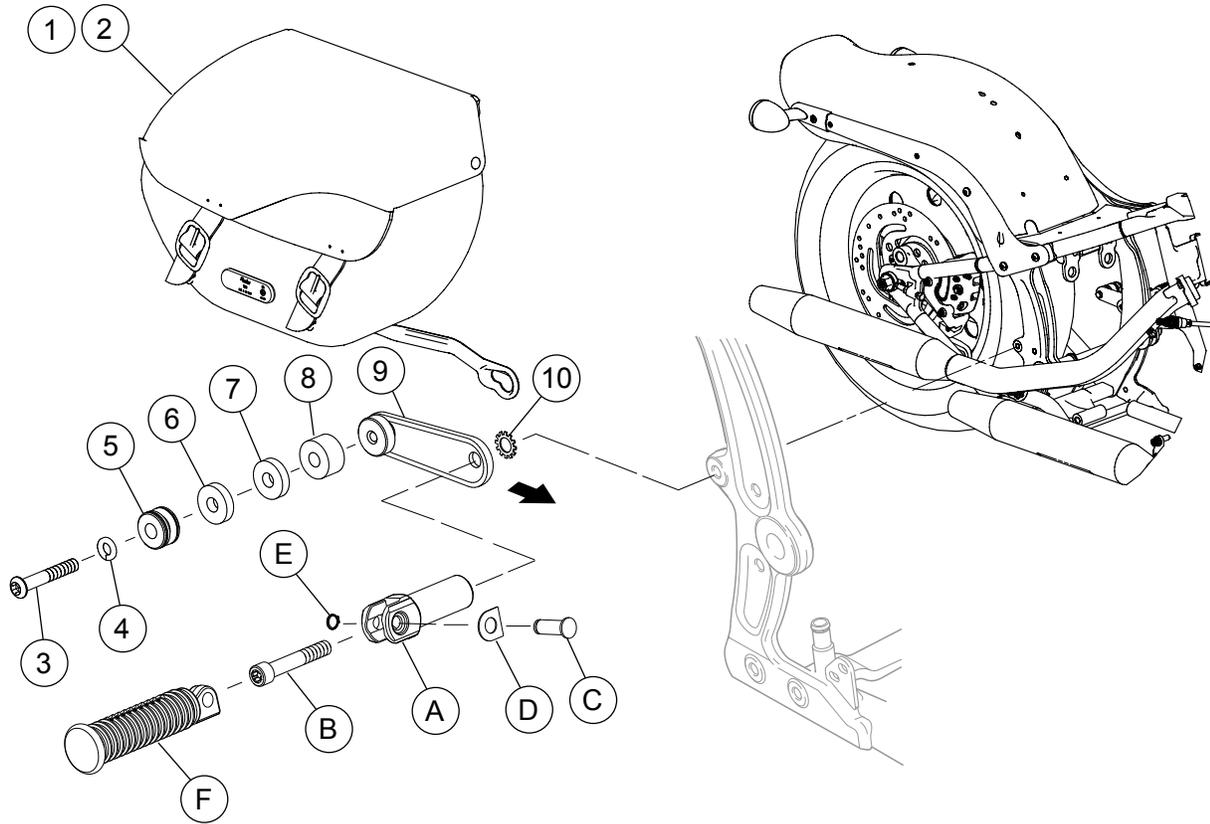
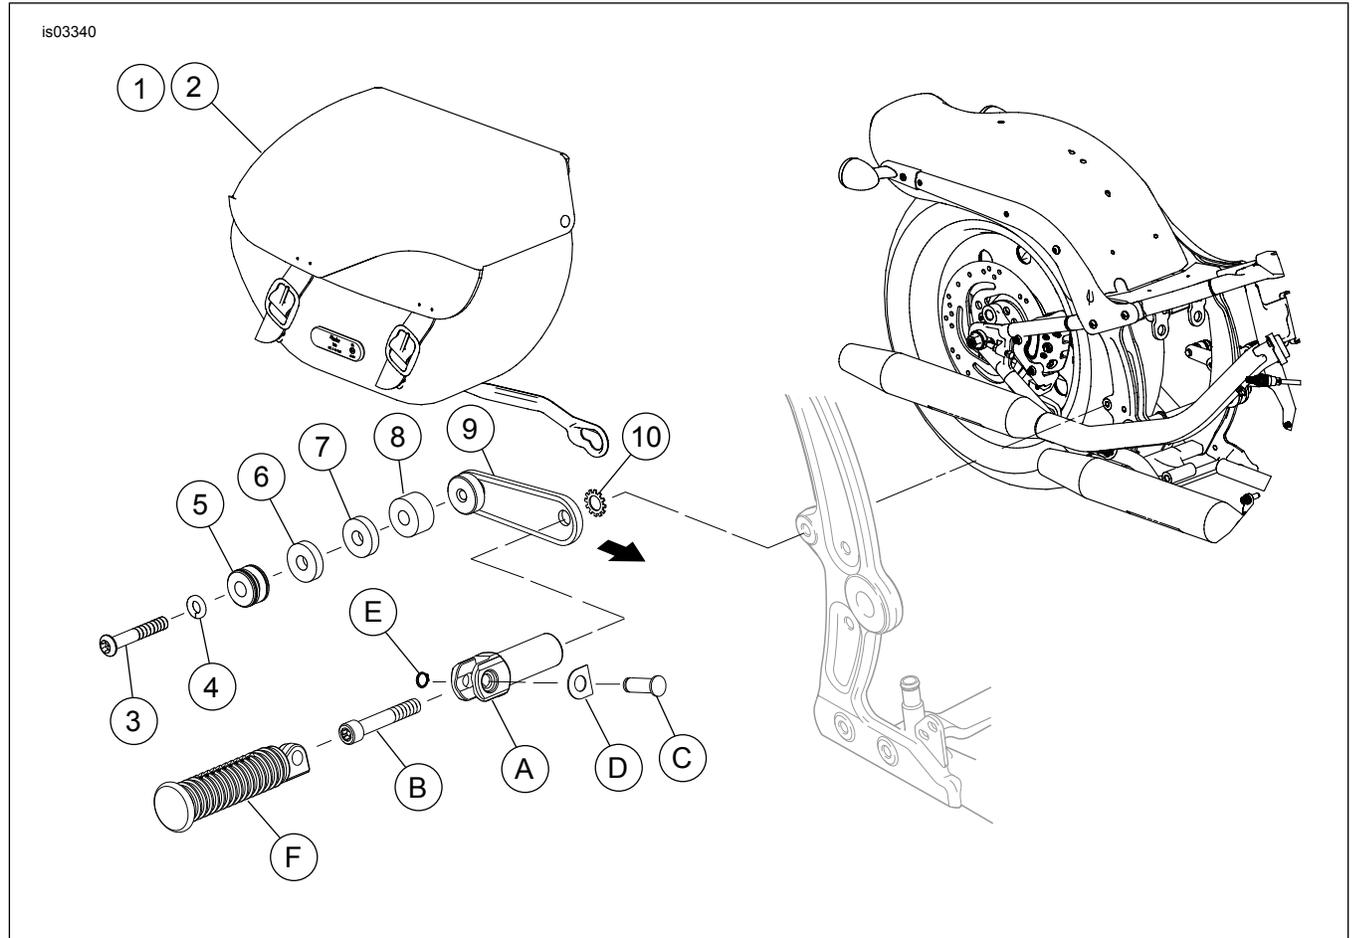

Figura 7. Piezas de servicio: Kit de alforjas desmontables FLST/C de 2003 y posteriores y Softail FX 2003 a 2005 (excepto el FXSTD)
Figura 8. Piezas de servicio: Kit de alforjas desmontables Softail FX de 2006 y posteriores (excepto el FXSTD)
2. Vea Figura 7 o Figura 8. Gire el soporte delantero inferior (9) (con el [los] espaciador[es] y el punto de acoplamiento mini instalados) para que el punto delantero de acoplamiento mini inferior (5) esté completamente asentado dentro del diámetro menor de la ranura del agujero del brazo de soporte inferior de la alforja.
- a. Gire el soporte del taco apoyapiés (A) para que la ranura del taco apoyapiés quede angulada hacia arriba y hacia atrás a un ángulo de 10 a 15 grados de la vertical.
- b. Mientras sostiene el soporte delantero inferior (9) para evitar que gire, apriete el tornillo a 47,5–61 N·m (35–45 ft-lbs) usando un destornillador de cabeza T-50 TORX extendido.